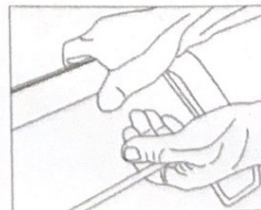

Рис. 25
•Потяните рычаг сцепления к ручке, чтобы включить колеса (рис. 25).